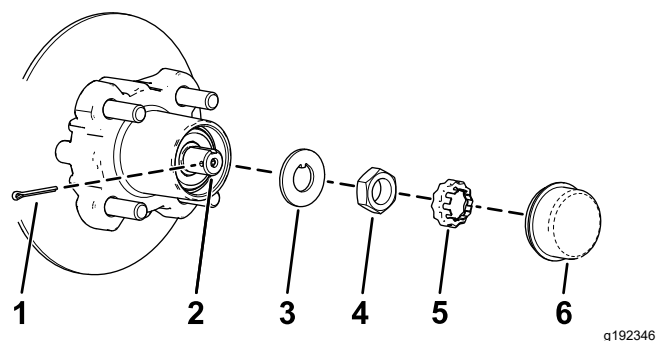
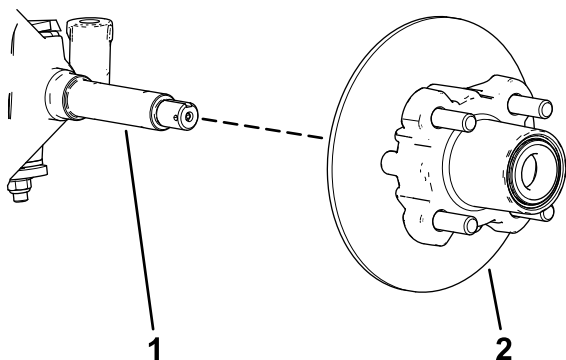

Figure 31
Figure 32
4. Déposez le couvre-moyeu du moyeu (Figure 31).
5. Retirez la goupille fendue et l'arrêt d'écrou de la fusée et de son écrou (Figure 31).
6. Retirez l'écrou de la fusée et déposez l'ensemble moyeu et disque de la fusée (Figure 31 et Figure 32).